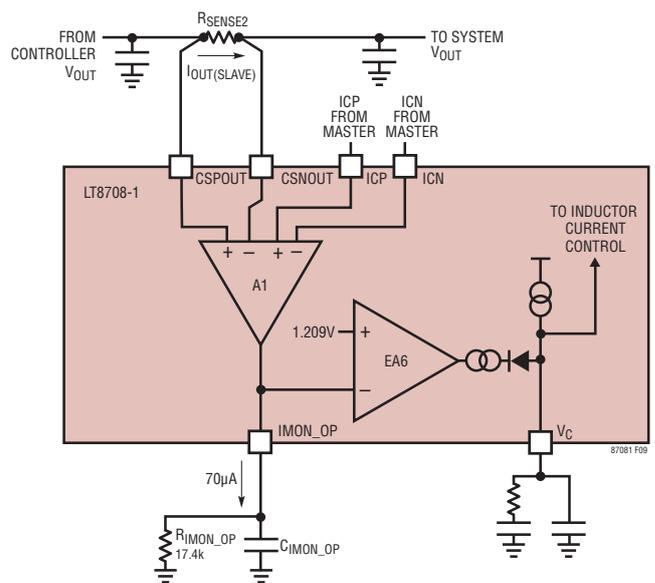

図10. IOUT(SLAVE) 電流のレギュレーションとモニタ
図10は、IOUT(SLAVE) のレギュレーションに関する主な LT8708-1 の回路を示しています。追加の回路は図1に示します。IOUT(SLAVE) は、ICP および ICN によって目的とする電流が設定された、帰還ループによって安定化されます。帰還ループには次のセクションがあります。
- 抵抗RSENSE2は、IOUT(SLAVE)電流を、アンプA1によって測定可能な電圧に変換します。この電圧を、図10ではV(CSPOUT-CSNOUT)Sと表記します。
$$I_{OUT(SLAVE)} = \frac{V_{(CSPOUT-CSNOUT)S}}{R_{SENSE2}} = \frac{40mV \text{ (from Figure 10)}}{10m\Omega} = 4A$$
$$I_{OUT(SLAVE)} = \frac{V_{(CSPOUT-CSNOUT)S}}{R_{SENSE2}} = \frac{-20mV \text{ (from Figure 10)}}{10m\Omega} = -2A$$